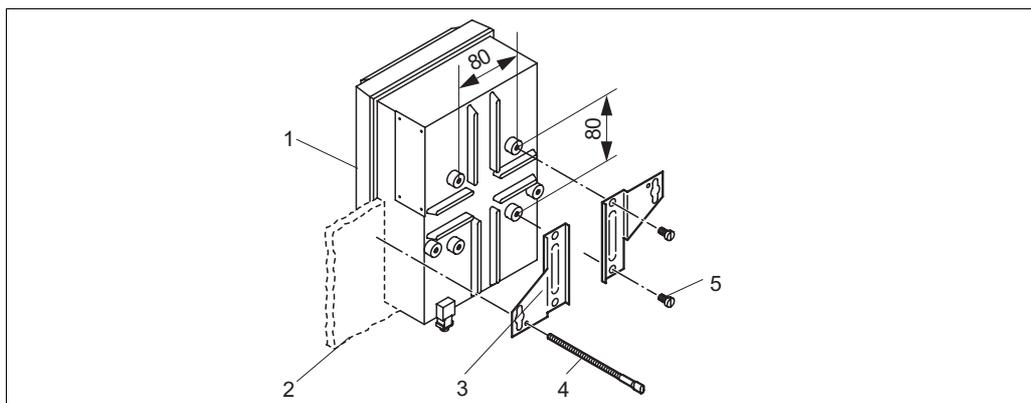

Fig. 11: Montaggio a fronte quadro
2. Svitare la parte superiore della custodia (1).
3. Fissare la piastra di fissaggio (3) alla base della custodia del trasmettitore con le viti di fissaggio (5) secondo fig. 11.
4. Fissare il trasmettitore alla piastra (2) utilizzando le viti di fissaggio (4).